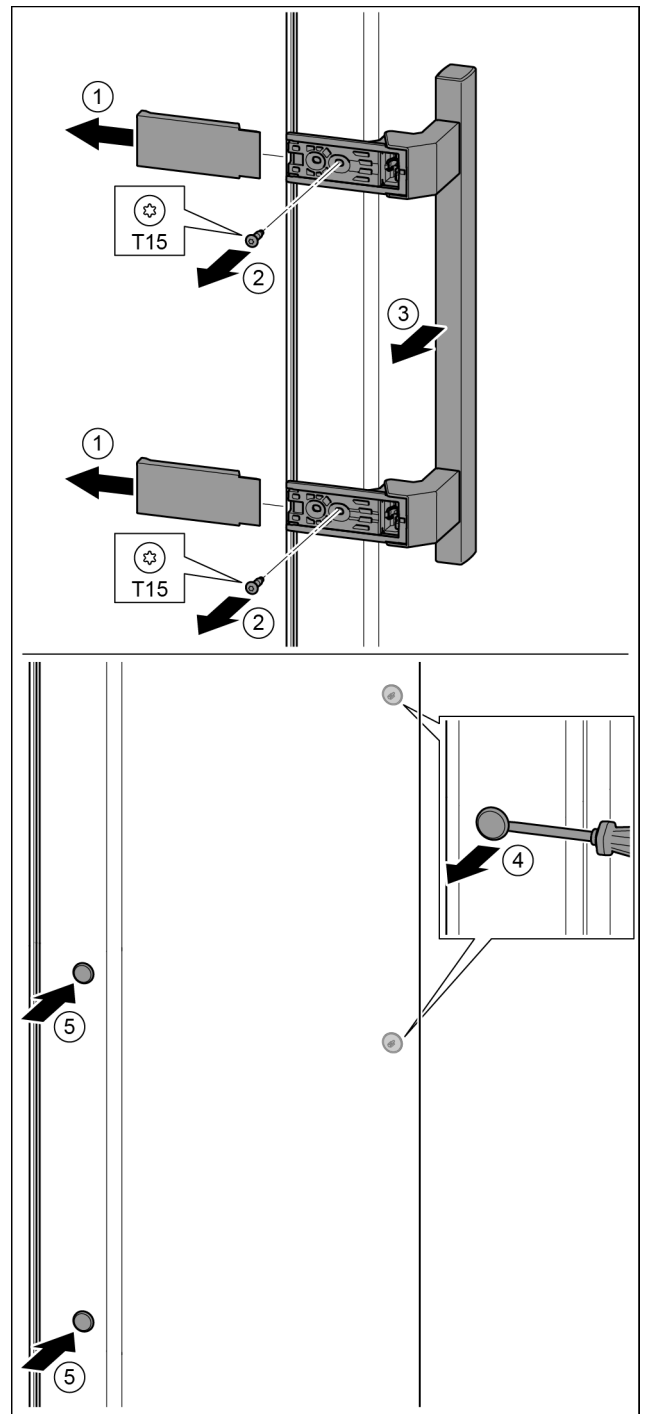

Fig. 21
- ▶ Afdekking eraf trekken. Fig. 21 (1)
- ▶ Schroeven met schroevendraaier T15 eruit draaien. Fig. 21 (2)
- ▶ Greep eraf halen. Fig. 21 (3)
- ▶ Zijdelingse stop voorzichtig met een sleufschroevendraaier optillen en eruit trekken. Fig. 21 (4)
- ▶ Stop op de andere kant weer aanbrengen. Fig. 21 (5)